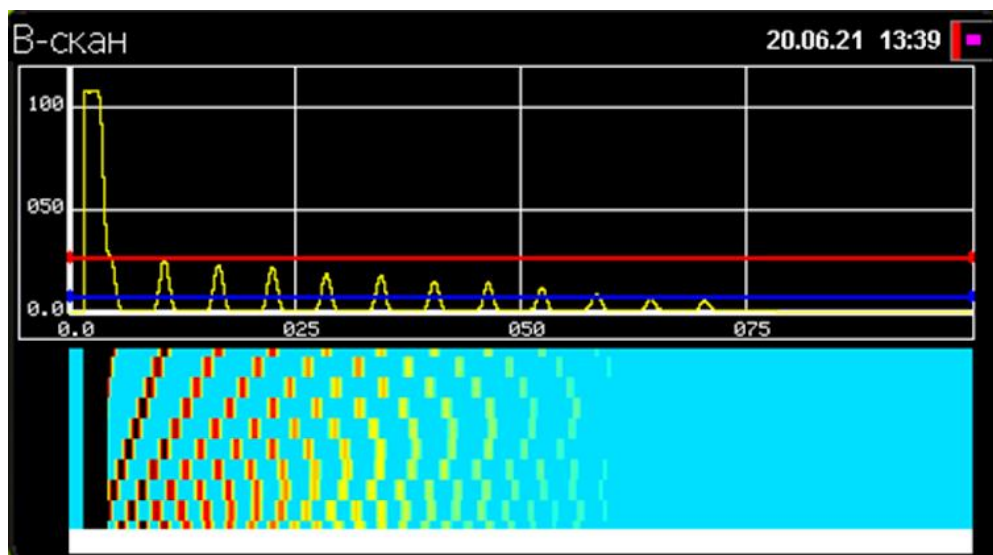

Рисунок 3.7 – Внешний вид окна «В-скан»
3.3.1 Окно «В-скан» (Рисунок 3.7) применяют для одновременного отображения А-скана (с двумя порогами: синим и красным) и В-скана (профиля сечения исследуемого объекта контроля).